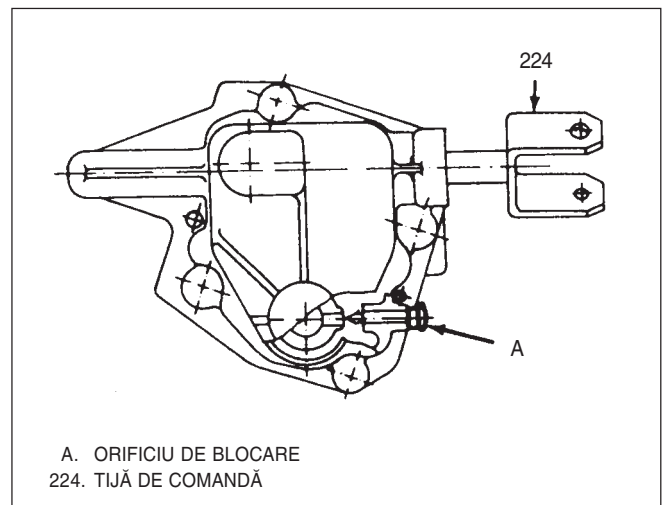
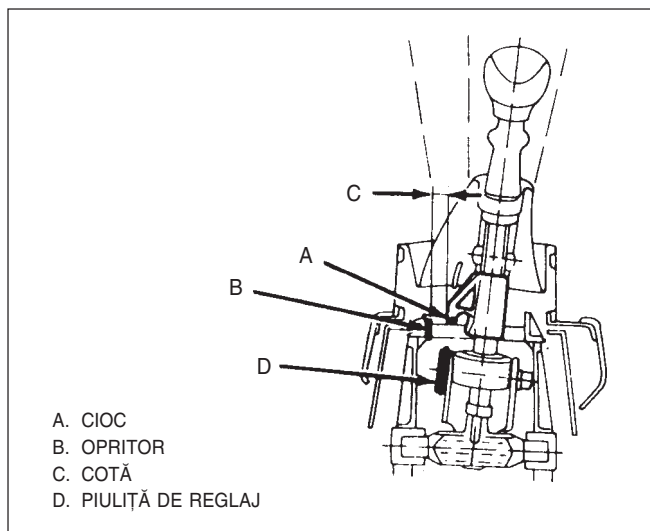

Fig. 10 Bușon orificiu de blocare
Fig. 13 Reglajul levierului schimbătorului de viteze
- 2) Se poziționează levier schimbător viteze (203) la pct mort.
- 3) Se slăbește șurubul clemei de fixare (210).
- 4) Se demontează bușonul orificiului de blocare A de pe capac (235). (Fig 10)
- Se rotește tija de c-dă până când se poate introduce în orificiul A un știft de ϕ 4,7mm până intră în orificiul corespunzător din levierul intermediar (227).
- 5) Se demontează burduful (202) de pe consolă pt a se observa mecanismul comenzii schimbătorului de viteze.
- 6) Se plasează levierul de schimbare a vitezelor (203) în poziția treptelor 1-2, fiind încă la punctul mort.
- a. Cu levierul lângă opritor și săgeata în dreptul semnului, se strânge șurubul clemei de fixare (210).
- c. După strângerea la cuplu, șurubul (210) se va mai strânge în plus 1/4 până la 1/2 tură.
- 7) Se verifică distanța între ciocul „A” și opritorul „B” (Fig 13) cu levierul în punctul mort aceasta trebuind să fie de 3 mm după reglaj.
- 9) Se reglează distanța „C” (Fig 13) prin rotirea piuliței de reglaj „D”. Înaintea reglării se vor îndrepta cele 2 cleme de asigurare a piuliței.
- 10) Se montează burduful (202) pe consolă și apoi se centrează consola.